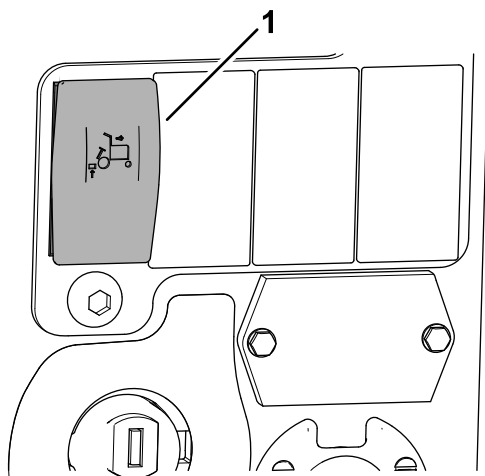

Bild 38
1. Stellen Sie den Schalter für die automatische Hubbegrenzung im Rückwärtsgang in die ON-Stellung (Bild 38).
4. Um die automatische Hubbegrenzung im Rückwärtsgang auszuschalten, drücken Sie den Schalter für die automatische Hubbegrenzung im Rückwärtsgang in die Aus-Stellung (Bild 38).